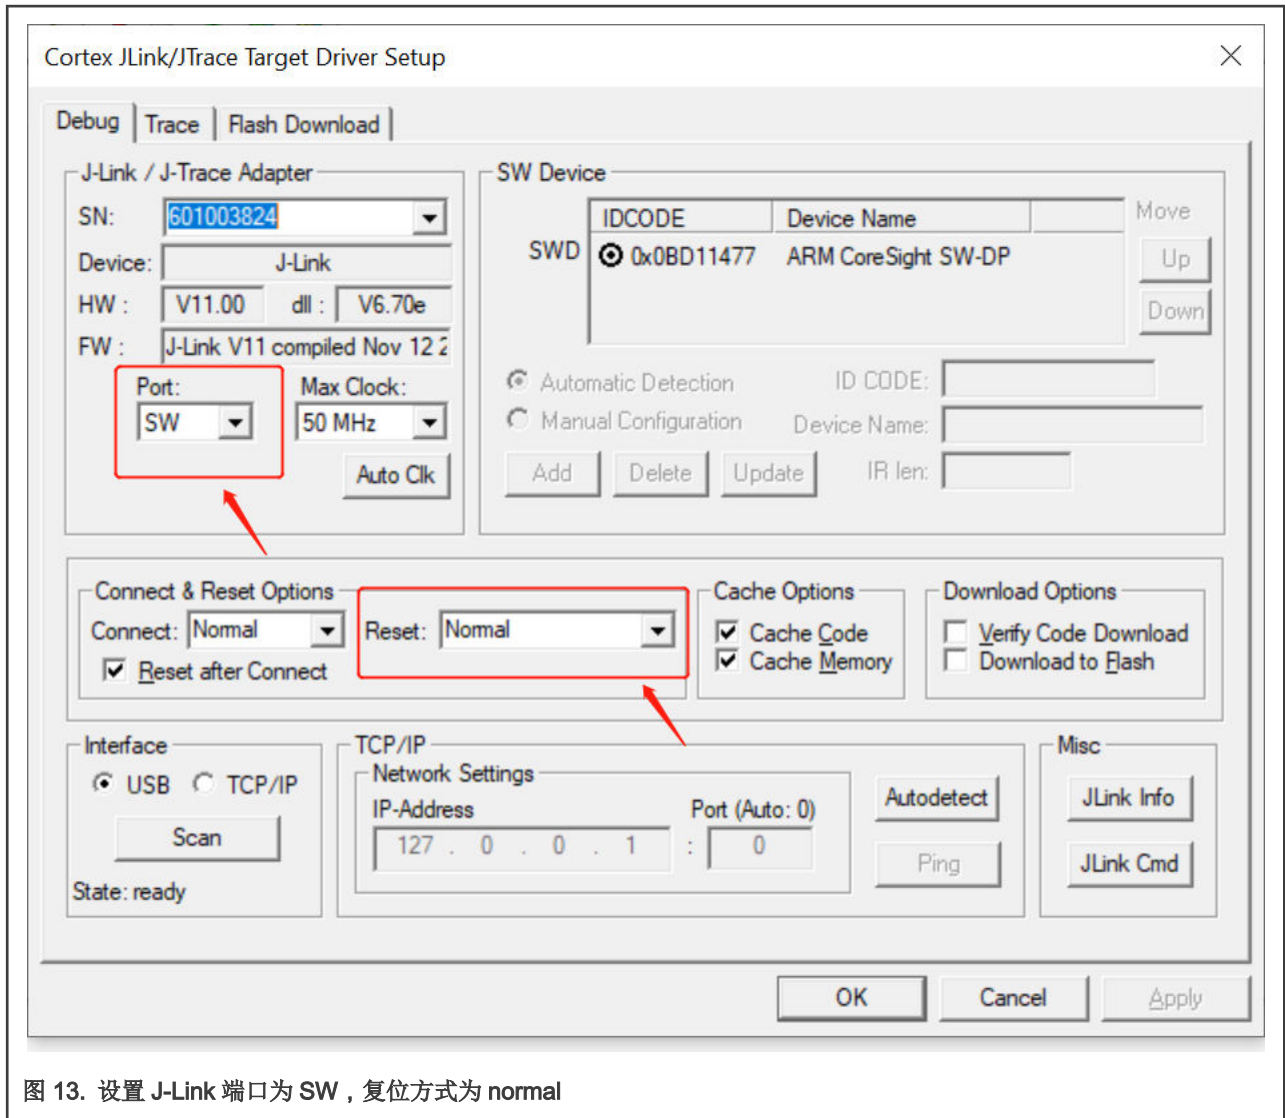

图 13. 设置 J-Link 端口为 SW，复位方式为 normal
4. 点击上一步中的 **Settings** 按钮。在 J-Link 设置菜单中，设置端口为 **SW**，复位方式为 **Normal**，如图 13 所示。